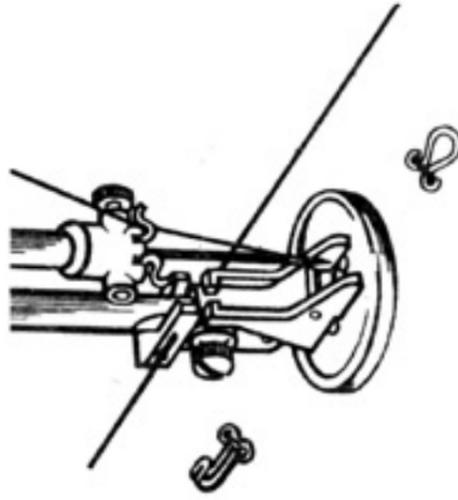

Рис. 48
**28. Пришивание пуговиц (рис. 48)**